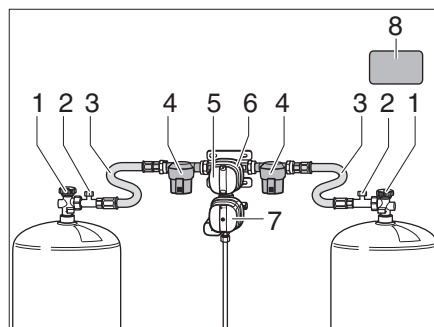
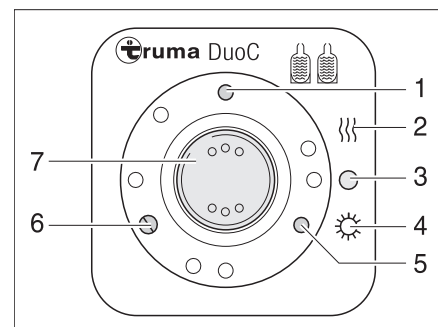
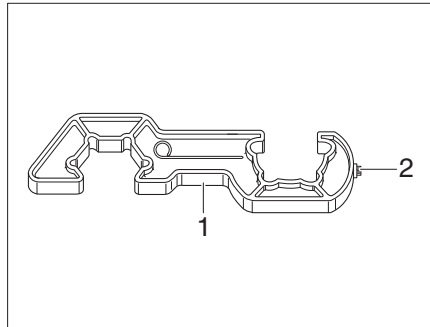
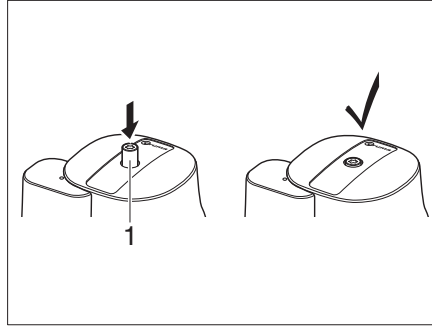

Fig. 233 Dispositif de commutation DuoControl
Fig. 234 Unité de commande
Fig. 236 Dispositif de vissage
Fig. 237 Crash-Sensor
Le dispositif de commutation DuoControl est constitué d'une robinetterie de commutation (Fig. 233,6) et de l'unité de commande (Fig. 234). La robinetterie de commutation est montée entre les flexibles de gaz (Fig. 233,3). Avec le bouton rotatif (Fig. 233,5) sur la robinetterie de commutation, on peut déterminer laquelle des bouteilles de gaz est la bouteille de service et quelle bouteille de gaz est utilisée comme bouteille de réserve.
La robinetterie de commutation (Fig. 233,6) est équipée de l'installation de dégivrage du régulateur EisEx. On évite ainsi des dérangements de l'installation de gaz en hiver.
Avant la robinetterie de commutation se trouvent de chaque côté un filtre à gaz (Fig. 233,4), lequel protège l'installation de gaz de l'encrassement par l'huile et des impuretés.
Seules les fonctions électriques peuvent être commandées sur l'unité de commande (Fig. 234). Les robinets principaux des bouteilles de gaz (Fig. 233,1) doivent être ouverts manuellement.
Lorsque le voyant de contrôle vert (Fig. 234,6) est allumé, la bouteille de service est pleine. Lorsque le voyant de contrôle rouge (Fig. 234,5) est allumé, la bouteille de service est vide. L'alimentation en gaz se fait alors via la bouteille de réserve.
- Ouvrir les robinets principaux (Fig. 233,1) sur les bouteilles de gaz.
- Avec le bouton rotatif (Fig. 233,5) situé sur la robinetterie de commutation (Fig. 233,6), sélectionner la bouteille de gaz à partir de laquelle le gaz sera utilisé principalement (bouteille de service). Toujours tourner le bouton rotatif à fond.
- Mettre le commutateur à bascule (Fig. 234,7) sur "O" (Fig. 234,3). Le voyant de contrôle jaune (Fig. 234,1) s'éteint.
- Fermer les robinets principaux (Fig. 233,1) sur les bouteilles de gaz.
Les voyants de contrôle de l'unité de commande (Fig. 234,5 et 6) signalent à l'intérieur du véhicule si la bouteille de gaz est en état de marche.
Lorsque le voyant de contrôle vert (Fig. 234,6) s'éteint pendant le fonctionnement et que le voyant de contrôle rouge (Fig. 234,5) s'allume, la bonbonne de gaz sélectionnée comme bouteille de service est vide et doit être remplacée. La bouteille de réserve alimente les appareils à gaz.
- ▶ Pour visser et dévisser les flexibles à haute pression, utiliser le dispositif de vissage (Fig. 236,1) fourni. Il assure le couple de serrage requis et prévient l'endommagement du raccord vissé par l'utilisation d'un outil incorrect.
- Fermer le robinet principal (Fig. 233,1) sur la bouteille de gaz vide.
- Dévisser le flexible à haute pression (Fig. 233,3) de la bouteille de gaz à l'aide du dispositif de vissage (Fig. 236).
- Raccorder la bouteille de gaz pleine au flexible à haute pression (Fig. 233,3).
- Ouvrir le robinet principal (Fig. 233,1) sur la bouteille de gaz.
- Tourner le bouton rotatif (Fig. 233,5) de la robinetterie de commutation (Fig. 233,6) d'un demi-tour de manière à ce que la bouteille remplacée serve de bouteille de réserve.
- Appuyer sur le bouton (Fig. 233,2) de la sécurité de rupture de flexible sur le tuyau flexible haute pression afin de l'activer.
- Le cas échéant, appuyer sur le bouton de réinitialisation (Fig. 237,1) sur le Crash-Sensor.
- ▶ Tenir compte de l'autocollant de sécurité (Fig. 233,8) sur le compartiment à gaz.
- Avec le Torx T20 (Fig. 236,2), enfoncer le bouton de déverrouillage (Fig. 237,1) sur le dispositif de vissage, tourner légèrement dans le sens des aiguilles d'une montre et maintenir pendant 5 secondes. Le Crash-Sensor est prêt à fonctionner lorsque le bouton de déverrouillage (Fig. 237,1) reste en position abaissée.
- Après le remplacement de la bouteille de gaz, appuyer avec force sur le bouton vert (Fig. 233,2) sur le flexible à haute pression (Fig. 233,3).